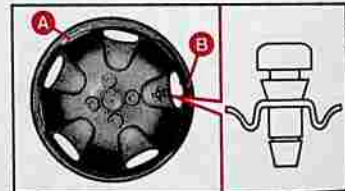

fig. 8
– monter l'enjoliveur, en vérifiant préalablement si le circlip est correctement introduit dans les logements **A**-fig. 8 en faisant coïncider le trou **B** pour la valve de gonflage au symbole ∇ gravé sur la partie interne de l'enjoliveur en question;